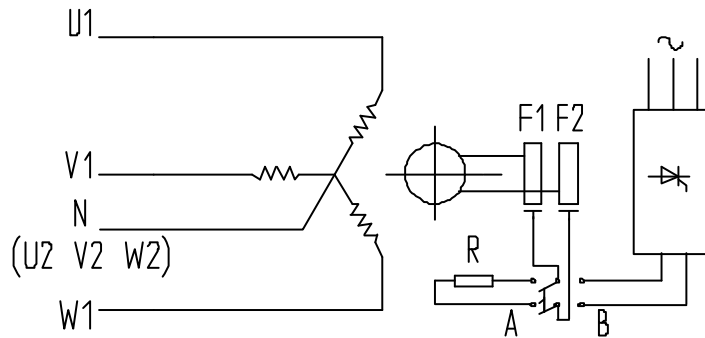

图 31 同步电动机起动接线图原理图
7.4.1.1 按图 31 接线，并将双极闸刀开关或类似装置投至 A 处。让起动电阻包括在磁极线圈回路中，此项必须遵守，否则将使电机损坏；(起动电阻及控制其投入与切断的装置一般配置在励磁屏内，且是一个自动控制过程，以保证准确地顺极性投励)。
7.4.3.3 拉开双极闸刀开关，使仍其接至 A 处（见图 31）；